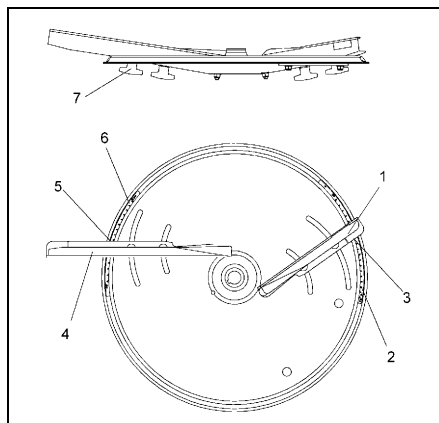

Fig. 38
- Lossa båda vingmuttrarna under spridartallriken (Fig. 38/7).
- Avläsningskanten (Fig. 38/3) för den korta vingen (Fig. 38/1) vrids till skalvärde "14" på skalan (Fig. 38/2) vingmuttern dras åt igen.
- Avläsningskanten (Fig. 38/5) för den korta vingen (Fig. 38/4) vrids till skalvärde "47" på skalan (Fig. 38/6) vingmuttern dras åt igen.